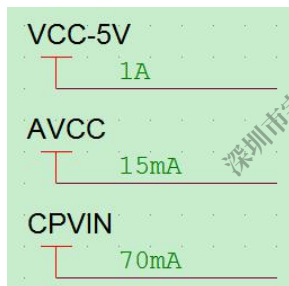

图 2-48 AUDIO 电源工作电压电流标注
- 需在原理图中标注清楚 AUDIO 部分电源的工作电压和最大工作电流，以便 PCB layout 设计，如图 2-48 所示：